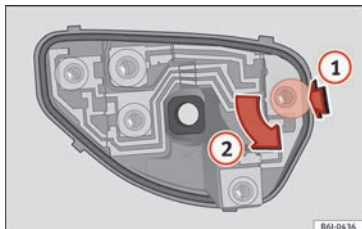

Abb. 197 Glühlampenwechsel der Rückleuchten
- Nach dem Abnehmen des Lampenträgers drücken Sie in Richtung des Pfeils **(1)** und drehen gleichzeitig in Richtung des Pfeils **(2)** » **Abb. 197**.